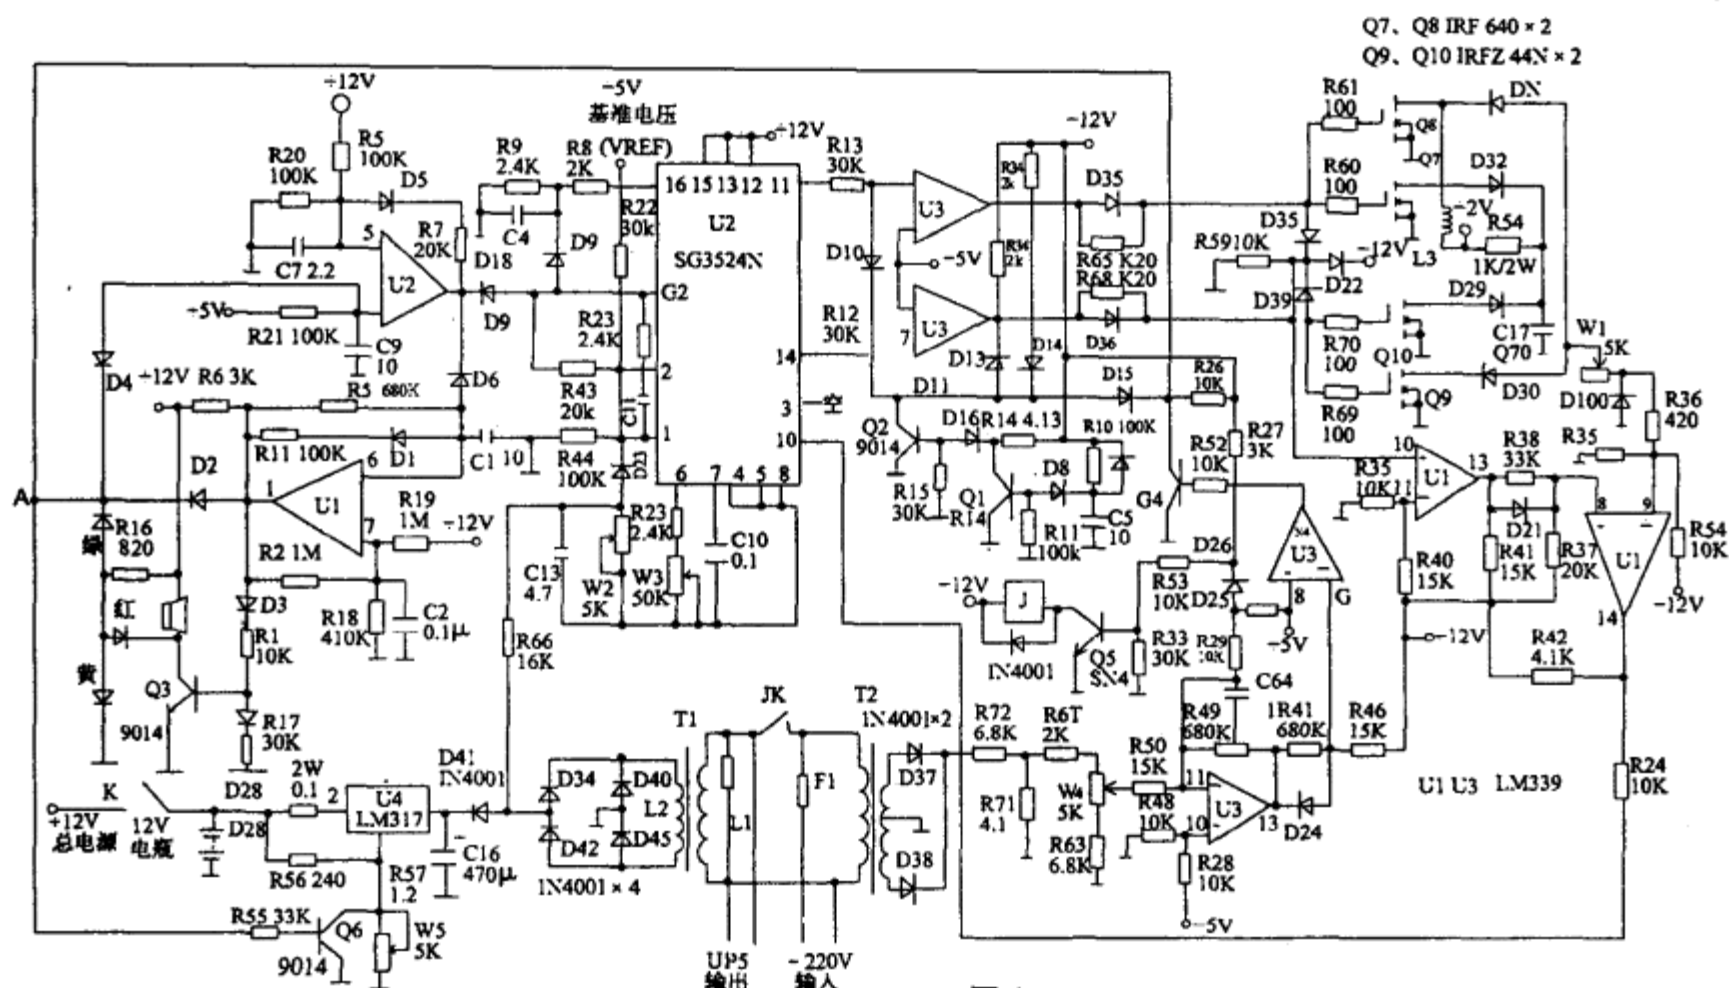

图 1
在图1电路中,按下总电源开关K,UPS整机得到蓄电池提供的12V工作电压。220V交流电压经副变压器T2降压、整流后输出14V电压,该电压经两次分压后通过R50加至U3第⑪脚,使第⑪脚电压大于第⑬脚,U3第⑬脚输出高电平。该电平使U3第⑨脚电压高于第⑧脚,致使U3第⑭脚输出高电平:一路经R52加至Q4基极使其导通;另一路使稳压二极管D26击穿导通后再经R53、R33分压,加至Q5基极,使Q5饱和导通,继电器J中开始有电流通过,其常开触点JK吸合。Q4饱和导通后集电极(图1中的A点)电位为零,通过钳位二极管D10、D11、D13、D14、D15的作用,U3第①、②、⑤、⑦脚均被钳位于低电平,使U2第⑪、⑭脚输出的脉冲信号无法通过,逆变驱动电路不能进入工作状态。
图1中A点为高电平时，绿色LED熄灭，D2失去钳位作用。由于电容C1上电压不能突变，U1第⑦脚电压大于第⑥脚，则U1第①脚输出高电平。该电平一路经D3、R1加至Q3基极使其饱和导通，红色LED点亮，报警喇叭SP开始鸣叫；另一路反过来经R3对C1充电，当充至U1第⑥脚电压大于第⑦脚的参考电压时，U1第①脚输出的低电平使Q3截止，红色LED熄灭，SP停止报警。C1上的电压开始经R3、R4、D1对U1第①脚很快放电，当放至U1第⑥脚电压低于第⑦脚时，U1第①脚再次输出高电平，上述过程重复进行，从而使红色LED及SP间断性地点亮和鸣叫。
该电路由图1中的Q1、Q2、D8、D16等元件组成。蓄电池电压正常时稳压管D8反向击穿导通，使Q1饱和导通，Q1集电极接地，D16截止，Q2基极无偏置电压而截止，不影响逆变电路的工作。当蓄电池电压下降到下限时，D8截止，Q1失去偏置电压而截止，Q1集电极的高电平使D16导通，Q2得以饱和导通，从而将D10、D11、D13、D14的负极接地，截断了脉冲信号的通过，使逆变电路停止工作。